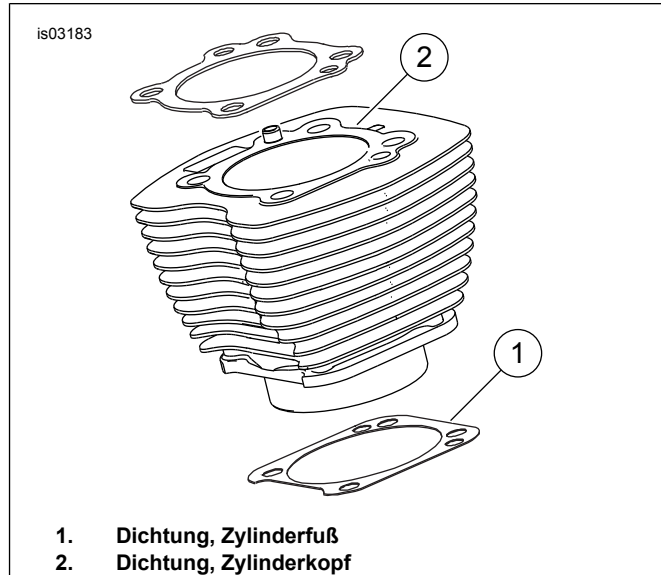

Abbildung 1. Zylinderdichtungen
- Siehe Abbildung 1 >. Die 103,1 mm (4,060 in) Zylinderfußdichtung (1) und Zylinderkopfdichtung (2) machen die Verwendung von O-Ringen überflüssig. Keine O-Ringe an Zylinderausrichtstiften oder Zylinderaufnahmen benutzen.
- Beim Einbau der neuen Zylinderfußdichtung (1) muss diese mit der geprägten Seite nach unten und der konkaven Seite nach oben eingebaut werden.